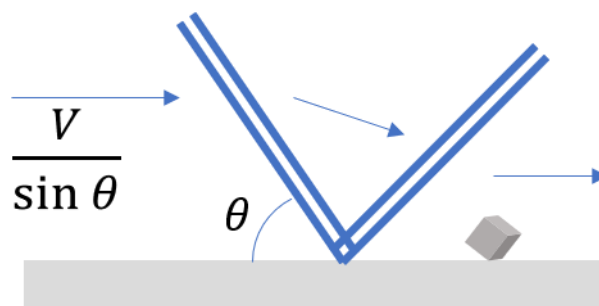

Figure 3
- B. Pour ce cas, l'onde de choc incidente se trouve à un angle $\theta = 30^\circ$ par rapport à la paroi. Montrer que (pour un court intervalle de temps) dans un référentiel se déplaçant à une vitesse $V/\sin\theta$ parallèlement à la paroi, la morphologie est permanente et est celle d'un écoulement de vitesse $V/\sin\theta$, parallèle à la paroi, rencontrant une onde de choc oblique selon le schéma ci-dessous (Figure 3). Montrer alors que la réflexion est régulière (sans choc de Mach) et trouver ainsi la pression et la vitesse du « vent » après le passage de l'onde de choc et de sa réflexion (ne pas oublier de revenir à un référentiel fixe par rapport à la paroi pour avoir le vrai « vent » que voit la particule selon la Figure 2B !).